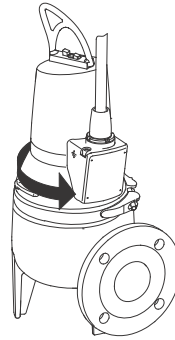

Fig. 11 Sens de la secousse
3. Si elle est correctement connectée, la pompe a une secousse dans le sens opposé au bon sens de rotation. Voir fig. 11.